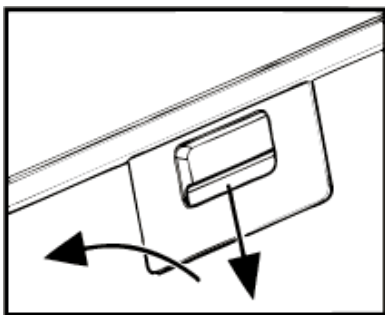

Рис.6
**8.6** Для зняття алюмінієвого фільтра (**рис.6**) слід натиснути на пружинну засувку алюмінієвого фільтра **1** і зняти його. Витягнути висувну панель з фільтром **2** і зняти алюмінієвий фільтр **3**. Встановлення фільтра виконується в зворотному порядку.